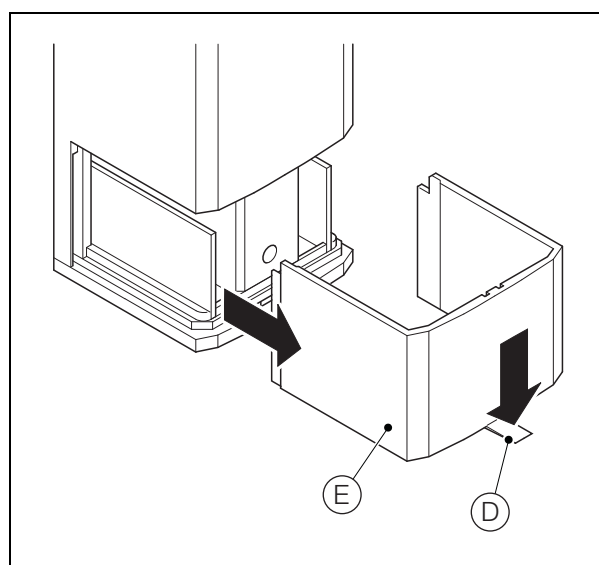
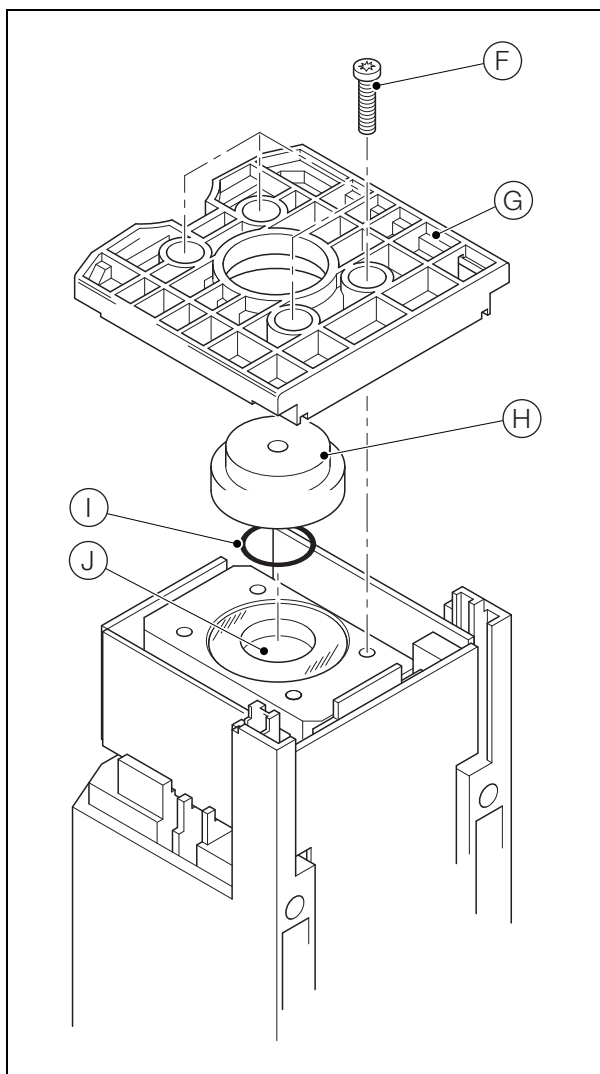

Fig. 13.10 Retirar a tampa da célula de medição
Fig. 13.11 Retirar a base da célula de medição
3. Tendo por referência a Fig. 13.10, solte a patilha (D) e retire a tampa (E).
4. Tendo por referência a Fig. 13.11,
- Vire o conjunto da célula de medição ao contrário, retire os quatro parafusos (F) e retire a base (G).
- Retire a tampa traseira do tubo de amostra (H) e retire o vedante (I). Elimine o vedante.
- Retire todos os vestígios de líquido do interior do tubo de amostra (J).
12. Tendo por referência a Fig. 13.11,
- a. Coloque um novo O-ring (I) na tampa (H), garantindo que está inserido corretamente no sulco na tampa superior.
- b. Vire o conjunto da célula de medição ao contrário e posicione a tampa (H) por cima da extremidade do tubo de amostra (J).
- c. Coloque novamente a base (G) garantindo que a tampa está centrada no orifício na base. Prenda a base com os quatro parafusos (F).
13. Tendo por referência a Fig. 13.10, coloque novamente a tampa (E).